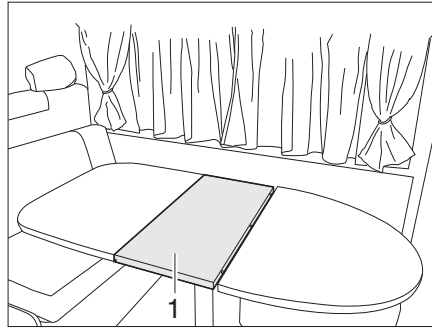

Fig. 87 Agrandir la table fixe
- Mettre la rallonge du plateau de table (Fig. 87,1) en place.
- Retirer la rallonge du plateau de table (Fig. 87,1) et bien la ranger.